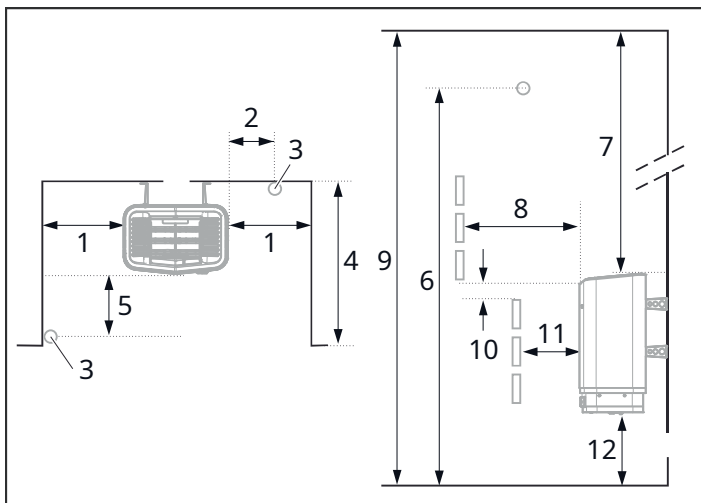

Figura 6: Posizionamento del riscaldatore - installazione ad incasso
- sulla stessa parete della porta (o sulla parete laterale se molto vicino alla parete della porta). Il riscaldatore può anche essere posizionato in una nicchia (vedere Figura 6).
1. Posizionare la stufa ad una distanza di sicurezza dal pavimento, dalle pareti laterali e dalle finiture interne (vedi Figura 6).
2. Posizionare il sensore secondo l'immagine (vedere Figura 6).